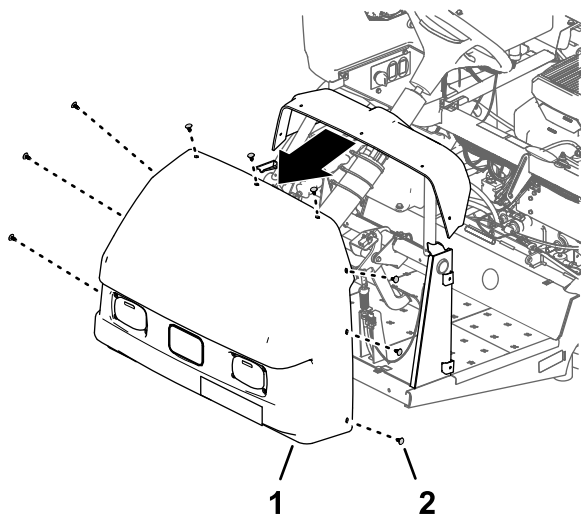

図 13
2. フードをダッシュボードと車体フレームに固定している押し込みファスナー9個を外す 図 13。
3. 機体からフードを外す 図 13。